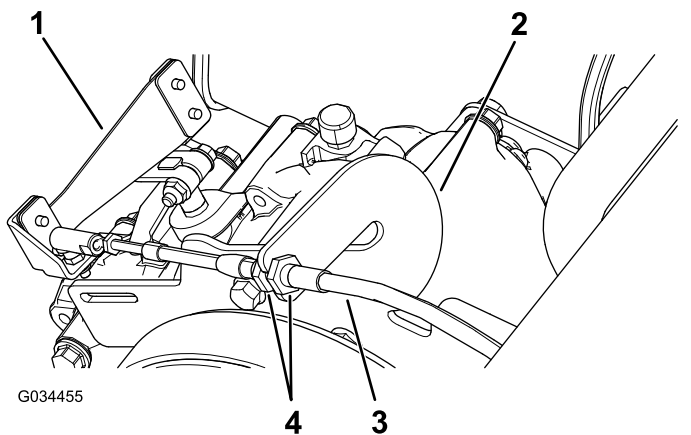

Рисунок 59
1. Ослабьте контргайки на тросе переключения передач и отрегулируйте их при необходимости (Рисунок 59).
2. Проверьте положение переключения передач, повернув рычаг переключения передач в три различных положения и проверив правильность перемещения рычага переключения передач (Рисунок 59) при их переключении; см. Рычаг и индикатор переключения передач (страница 14).